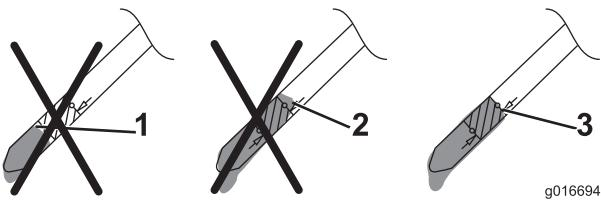

Figure 32
12. Observez le niveau d'huile indiqué par la jauge (Figure 32).
- Si le niveau n'atteint pas le niveau correct, versez lentement une petite quantité d'huile dans le goulot de remplissage, attendez 3 minutes puis répétez les opérations 10 à 12 jusqu'à ce que le niveau d'huile soit correct, comme montré à la Figure 32.